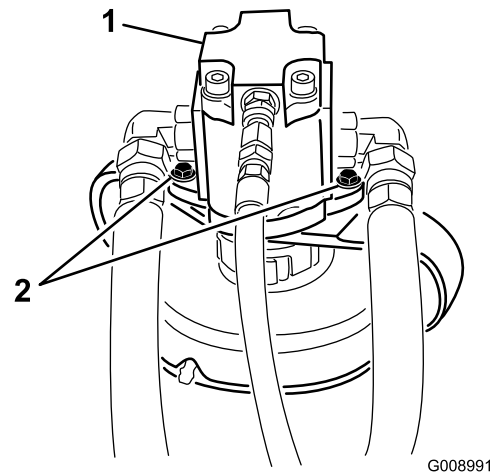

Figure 82
5. Enlevez les boulons qui fixent le moteur hydraulique au tablier de coupe (Figure 82).
3. Enlevez les boulons qui fixent le moteur hydraulique au tablier de coupe (Figure 82).